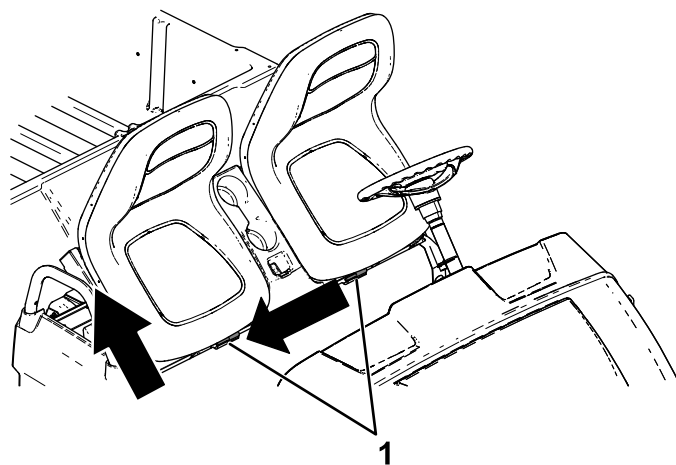

Figura 27
2. Glisai ansamblul scaunului în lateral, în afara tifturilor, i ridicai ansamblul scaunului în sus (Figura 27).